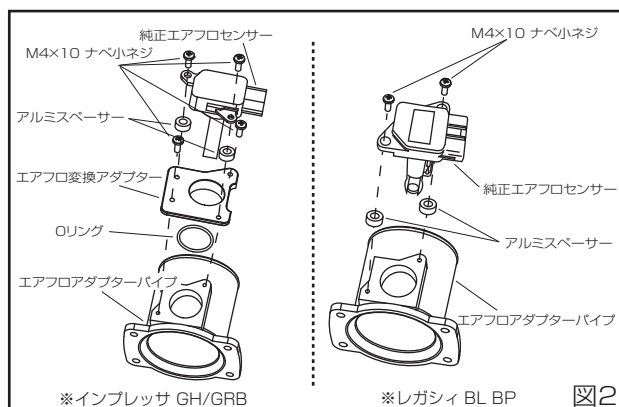

図2
- 2, 図2を参考に純正エアフロセンサーのタイプに合わせてエアフロアダプターパイプへ組み付ける。